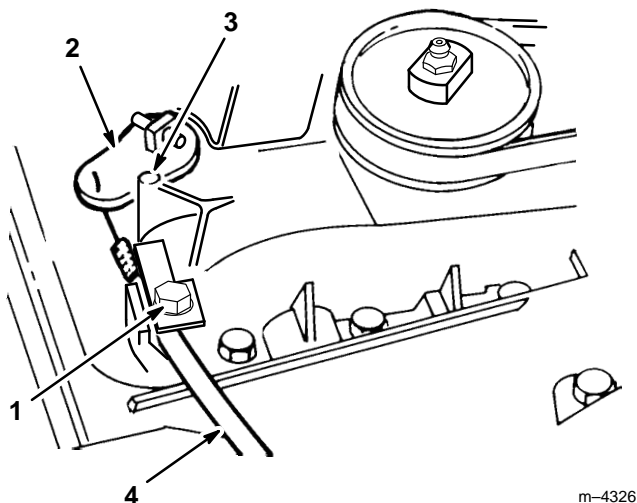

Abbildung 21
4. Die Spannschraube lösen (Abb. 21).
5. Den Schalthebel fest gegen den Anschlag schieben (Abb. 21).